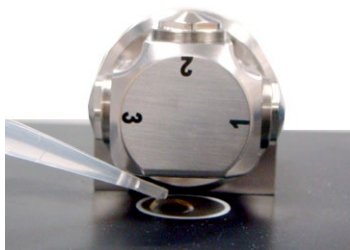

Figura 16 Colocación de la muestra en el visor de montaje de la muestra del accesorio DialPath.
- 2 Coloque una pequeña cantidad del material de la muestra sobre el visor de montaje de la muestra inferior (consulte la Figura 16). El visor de montaje de la muestra es el material de color amarillo y 2 mm de diámetro que el disco de metal circundante mantiene en su lugar.